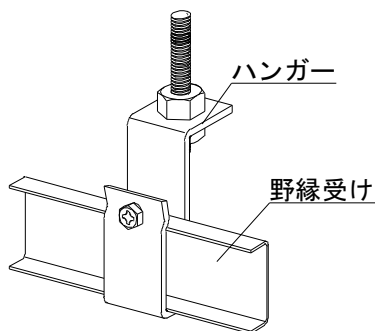

図2-3-1 野縁受けの取付け
①野縁受けをハンガーにはめ込み、アプセットボルトを締め固定する。(図 2-3-1 参照)